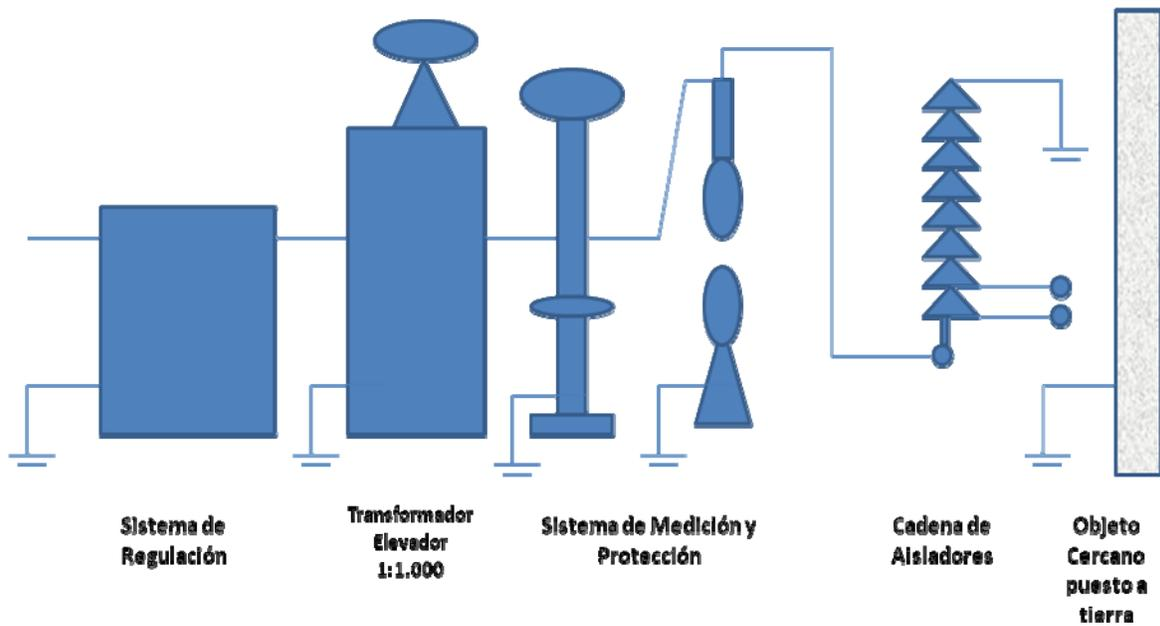

Figura 5.4. Esquema de conexión experimento 2.
- Sitúe un elemento que simule un elemento aterrado a una distancia de 100 cm de la cadena (aproximado) como se muestra en la figura 5.4.